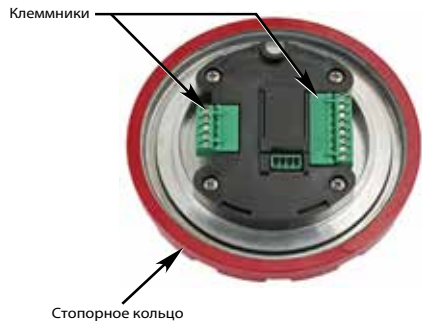

Рисунок 8—Расположение монтажных клемм
- 2. Отвинтите стопорное кольцо, чтобы получить доступ к монтажным клеммам (см. рис. 8), и выполните установку кабелепровода системы. Проведите внешнюю проводку через оставшийся свободным ввод распределительной коробки или M25 в переходник 3/4 дюйма. Во время монтажа распределительной коробки соблюдайте осторожность, чтобы не повредить провода. Избегайте скручивания проводов.